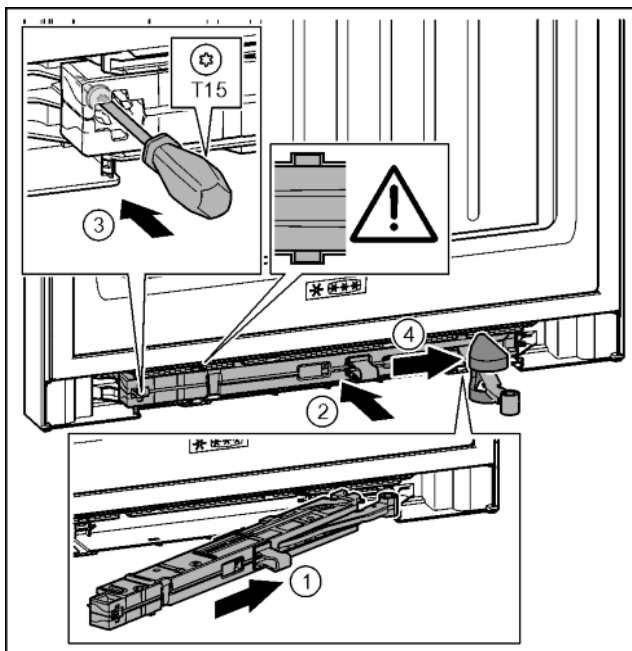

Fig. 45
- ▶ Вкарайте блока на затварящия демпфер от страната на лагерната стойка докрай под ъгъл в отвора. Fig. 45 (1)
- ▶ Вкарайте изцяло блока на затварящия демпфер в отвора. Fig. 45 (2)
- ▶ С отвертка T15 затегнете винта. Fig. 45 (3)
- ▶ Бутнете капачката върху шарнира. Fig. 45 (4)